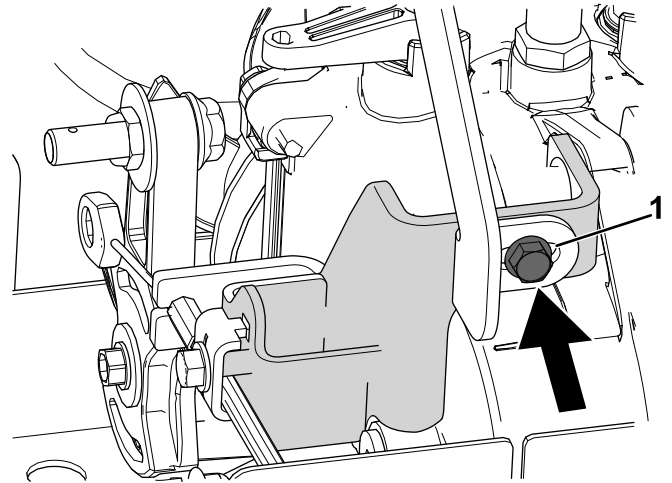

Figura 13
3. Instale el perno hexagonal ($\frac{1}{4}$ " x $\frac{5}{8}$ ") que fija el soporte de la transmisión hidrostática al soporte superior de la transmisión hidrostática (Figura 13).
4. Apriete el tornillo (1/4" x 5/8") que fija el soporte de la transmisión hidrostática al soporte superior de la transmisión hidrostática (Figura 13).